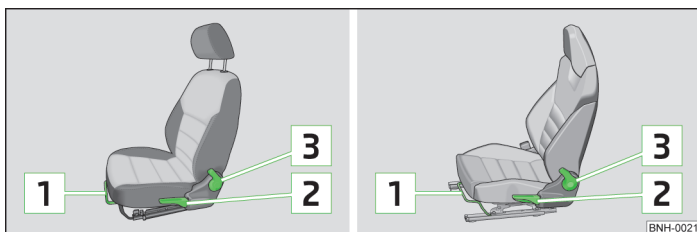

Fig. 32 Elementos de mando para el ajuste de los asientos/Elementos de mando para el ajuste de los asientos deportivos
- Tirar de la palanca (en la zona central) **1** » fig. 32 hacia arriba, desplazando al mismo tiempo el asiento hasta la posición deseada.
- Si se quiere subir el asiento, tirar de la palanca **2** » fig. 32 hacia arriba o bombear.
- Descargar el respaldo (no apoyarse), tirar de la palanca **3** » fig. 32 hacia atrás y ajustar la inclinación deseada del respaldo utilizando la espalda.